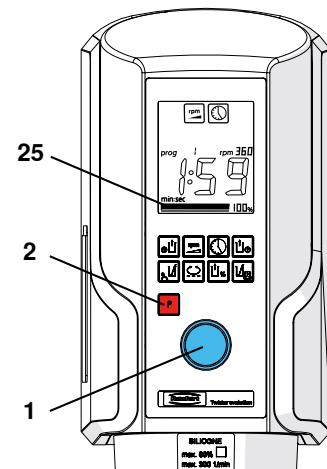

图 8
- ⇒ 当搅拌罐固定后并且真空值超过一半的标记线时，方可松手(25, 图 8)。